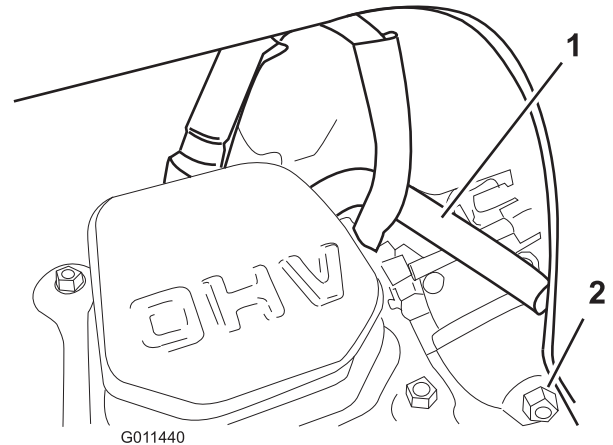

**Figure 32**
11. Réglez l'écartement des électrodes à 0,76 mm (0,030 po), comme montré à la Figure 32.